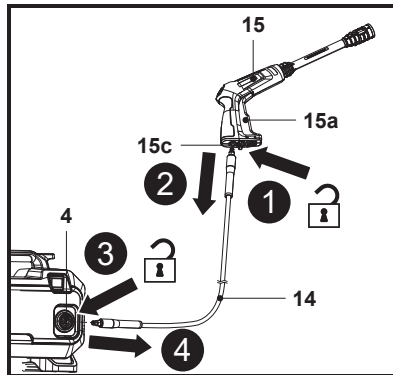

Fig. 5
**ADVERTENCIA:** NUNCA HAGA NUDOS EN LA MANGUERA DE PRESIÓN (14) NI LA RETUERZA, YA QUE ESTO PODRÍA CAUSAR DAÑOS.
4. Para desconectar la manguera de presión (14) de la pistola pulverizadora (15), mantenga presionada la palanca de liberación rápida (15c) contra la manguera de presión (14); a continuación, extraiga la manguera de presión (14) (Fig. 5, pasos 1 y 2).
5. Para desconectar la manguera de presión (14) de la máquina, empuje el anillo exterior del conector de la manguera (4) hacia dentro y manténgalo ahí; a continuación, extraiga la manguera de presión (14) (Fig. 5, pasos 3 y 4).